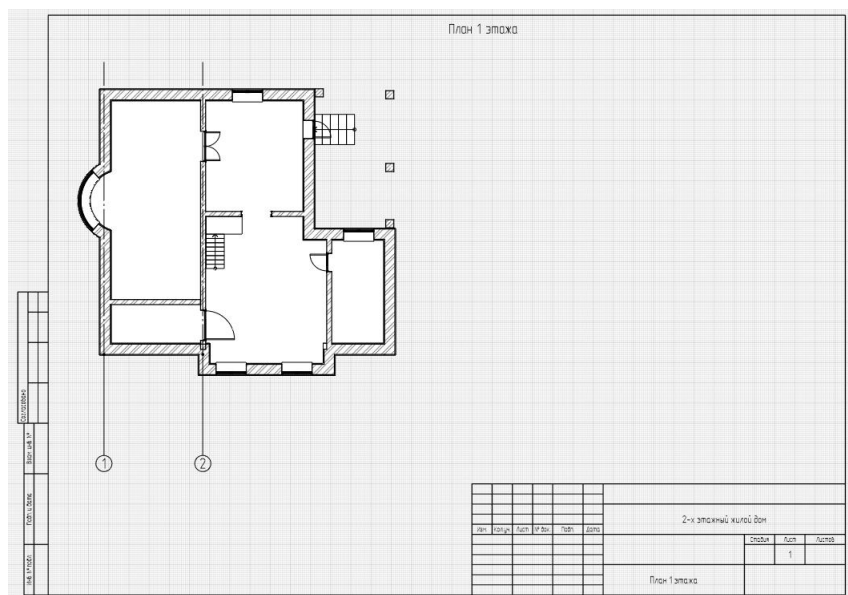

Рис. 9 Вставка оси 2
8. Выделим новую ось и изменим обозначение – **2** (рис. 9)